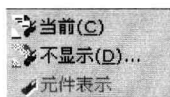

图 1.1.8 “删除”选项的子菜单
(7) 拭除与删除。使用“拭除”命令可将内存中的模型文件删除,但并不会删除硬盘中的原文件。选择“文件”菜单下的该选项会弹出如图 1.1.8 所示的下拉子菜单。
① 当前: 将当前工作窗口中的模型文件从内存中删除。
② 不显示: 将没有显示在工作窗口中但存在于内存中的所有模型文件从内存中删除。